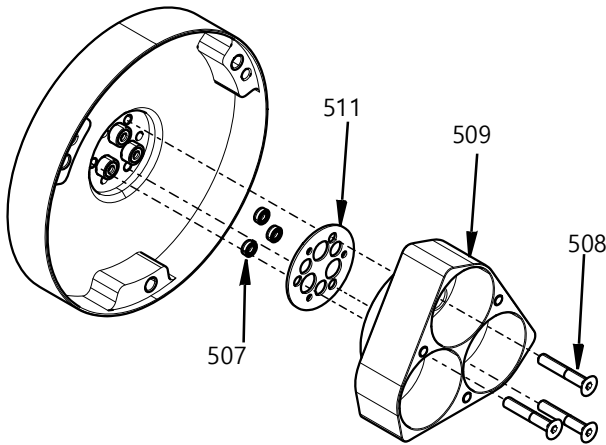

FIG. 14
- 에어 실린더 하우징(509)을 고정하는 M4 나사(508) 3개를 제거합니다. 에어 실린더 하우징을 제거한 후 실린더 하우징 개스킷(511)과 로드 씰(201)을 제거할 수 있습니다. 로드 씰 제거는 **씰 삽입 및 제거 공구 키트, 25T489**(32페이지)를 참조하십시오. FIG. 14를 참조하십시오.